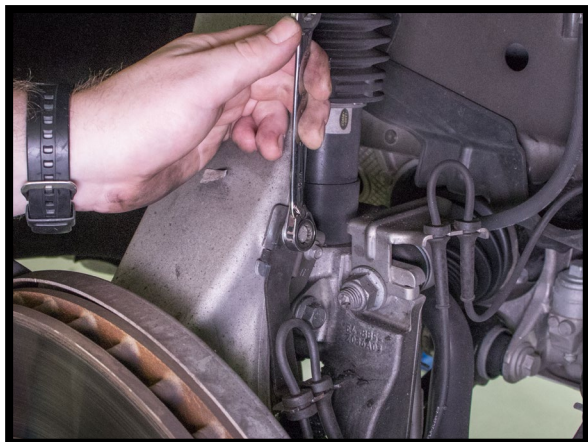

图 11
8. 松开并拆下传感器导线和制动管路支架。(图11、12、13)